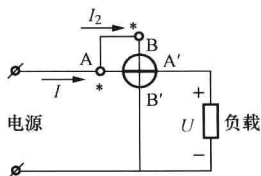
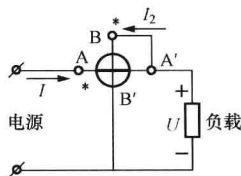

图 1-15 前接法
图 1-16 后接法
5) 测量直流、单相负载时,负载电阻远大于功率表电流线圈电阻情况下,采用前接法,如图 1-15 所示;负载电阻远小于功率表电流线圈电阻情况下,采用后接法,如图 1-16 所示。